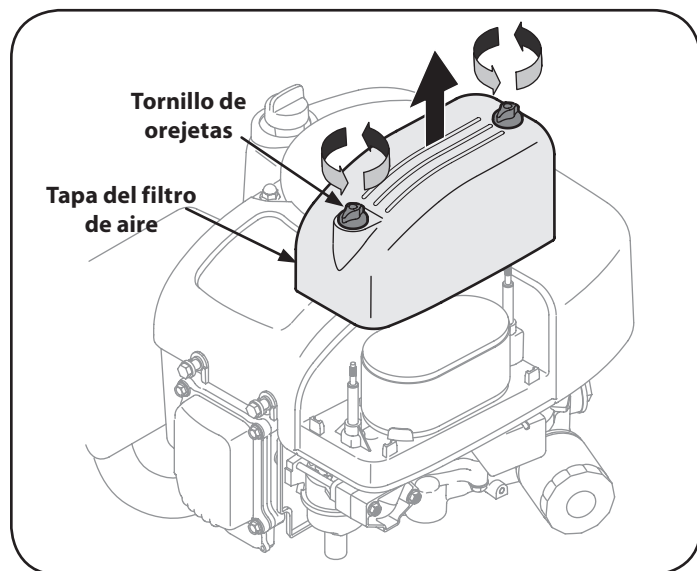

Figura 30
1. Desenrosque los tornillos de orejetas y quite la cubierta del filtro de aire. Vea la Figura 30.